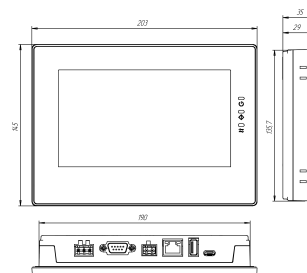

Рисунок 5.1 – Габаритные размеры СПОТ-07.К
3. Вставить крепежные зажимы в вырезы на боковых сторонах корпуса (см. рисунок 5.1 и 5.2).